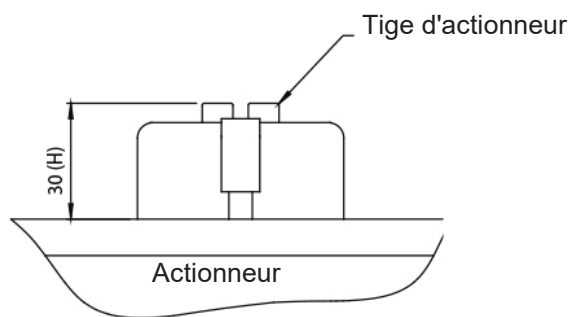

Fig. 14 - Hauteur de tige d'actionneur
Choisir les bons trous en fonction de la hauteur de la tige de l'actionneur (H) Voir Figure 14 (aux deux extrémités)